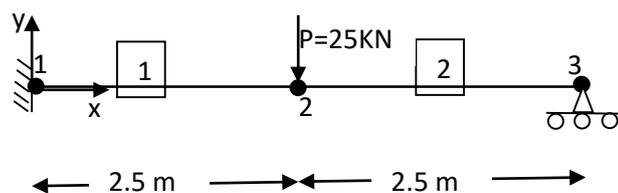

Figure 02 : Poutre encastée à une extrémité et simplement appuyée à l'autre extrémité et chargée en son milieu par une force $P = 25 \text{ kN}$
Soit la poutre horizontale encastée à une extrémité et simplement appuyée à l'autre extrémité. Cette poutre est de longueur $l = 5 \text{ m}$. Une force ponctuelle verticale dirigée vers le bas $P = 25 \text{ kN}$ est appliquée en son milieu (figure 02). Le module d'élasticité longitudinale $E = 210000 \text{ MPa}$ et le moment d'inertie des sections transversales autour de l'axe de flexion z/z a pour valeur $I_z = 8356 \text{ cm}^4$.
- 1- En divisant (ou bien en maillant) la poutre en deux éléments (01) et (02) adjacents et de longueurs égales à (2.5 m), écrire les matrices de rigidités élémentaires de chaque élément en respectant la numérotation des nœuds portée sur la figure 02. (02 points)